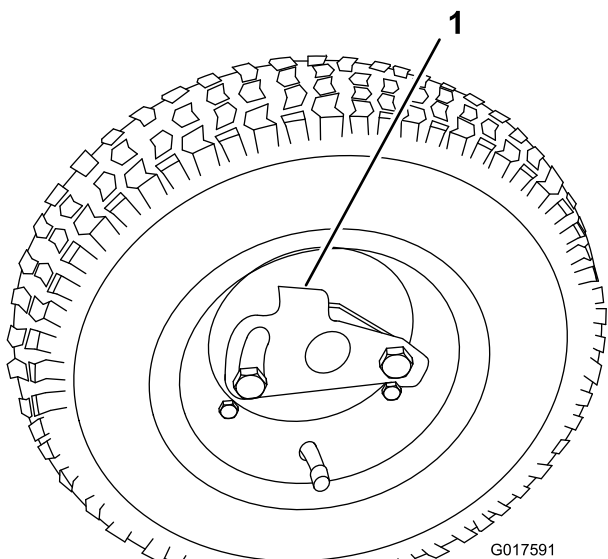

図 10
2. 車輪についているロッククリップを内側に押して、クリップを車軸に掛ける（図 10）。